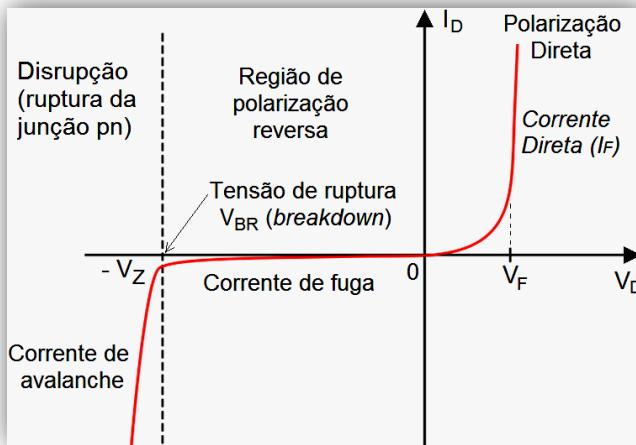

Figura 1.33 – Curva I x V do diodo. Fonte: [http://pt.wikipedia.org/wiki/Ficheiro:Diodo\\_graph.svg](http://pt.wikipedia.org/wiki/Ficheiro:Diodo_graph.svg)
- Um aumento de temperatura implica na diminuição da tensão de disparo ( $V_T$ ). Assim, para uma temperatura maior, a curva do diodo (veja a Figura 1.33) será deslocada para a esquerda. Logo, pode-se afirmar que o aumento da temperatura “facilita” o disparo do dispositivo).